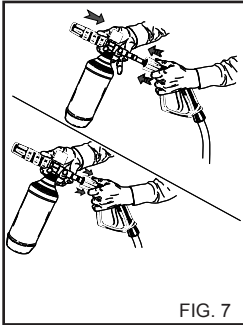

FIG. 7
2) Fjern forlængeren fra håndtaget, og sæt rengøringsmiddelsprøjtesættet (fig. 7) ind, aktivér højtryksrenseren, og sprøjt væske på den overflade, der skal renses, nedefra og op.